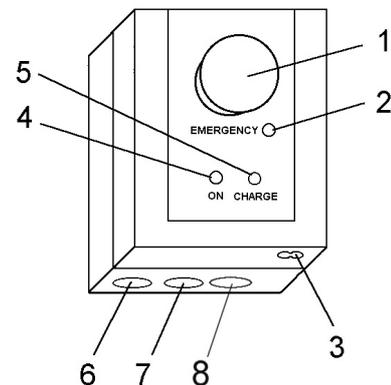

Abb. 2
Die Steuerbox ist am Lifter fest installiert. An ihr befinden sich die NOT-AUS-Taste (**Abb. 2, Pos. 1**), ein elektrischer Notablaß (**EMERGENCY - Abb.2, Pos.2**), die Ladebuchse (**Abb. 2, Pos. 3**) und die Ladekontrollleuchten (**ON** und **CHARGE - Abb. 2, Pos. 4 und 5**). An der Steuerbox befinden sich ferner die Anschlußbuchsen für die Handtastatur (**Abb. 2, Pos. 6**), den Hubmotor des Schwenkarms (**Abb. 2, Pos. 7**) und den Hubmotor des Masts (**Abb. 2, Pos. 8**).
- Bei Gefahr die NOT-AUS-Taste drücken (**Abb. 2, Pos. 1**). Der Motor hält sofort an, die Hebe- oder Senkbewegung wird gestoppt.
- Knopf EMERGENCY (Abb. 2, Pos. 2) mit einem schmalen Gegenstand (Kugelschreiber) drücken. Der Motor fährt nach unten (z.B. wenn Handtastatur beschädigt).